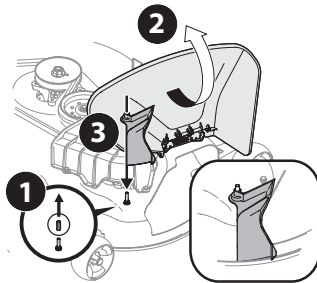

Figure 24
2. Retirez le capuchon de protection en caoutchouc du plateau de coupe, comme illustré au numéro 1 de la Figure 24.
3. Soulevez le déflecteur de goulotte (consultez le numéro 2 de la Figure 24) sur le plateau de coupe et maintenez-le en place pendant que vous installez l'adaptateur de goulotte (731-10133) (3) sur le plateau de coupe, comme illustré à la Figure 24.